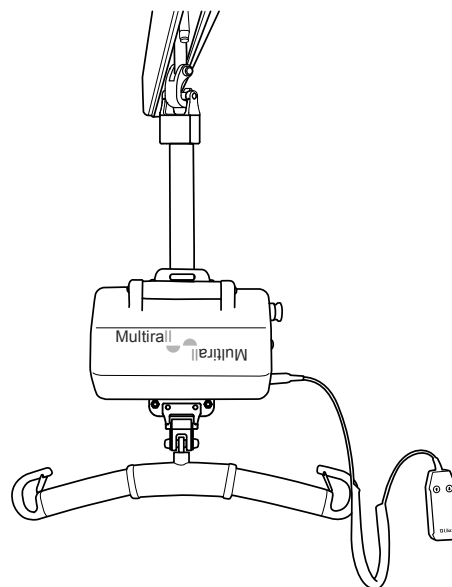

fig. 2
- monterad med lyftbandet ovanför lyftenheten (fig. 2).